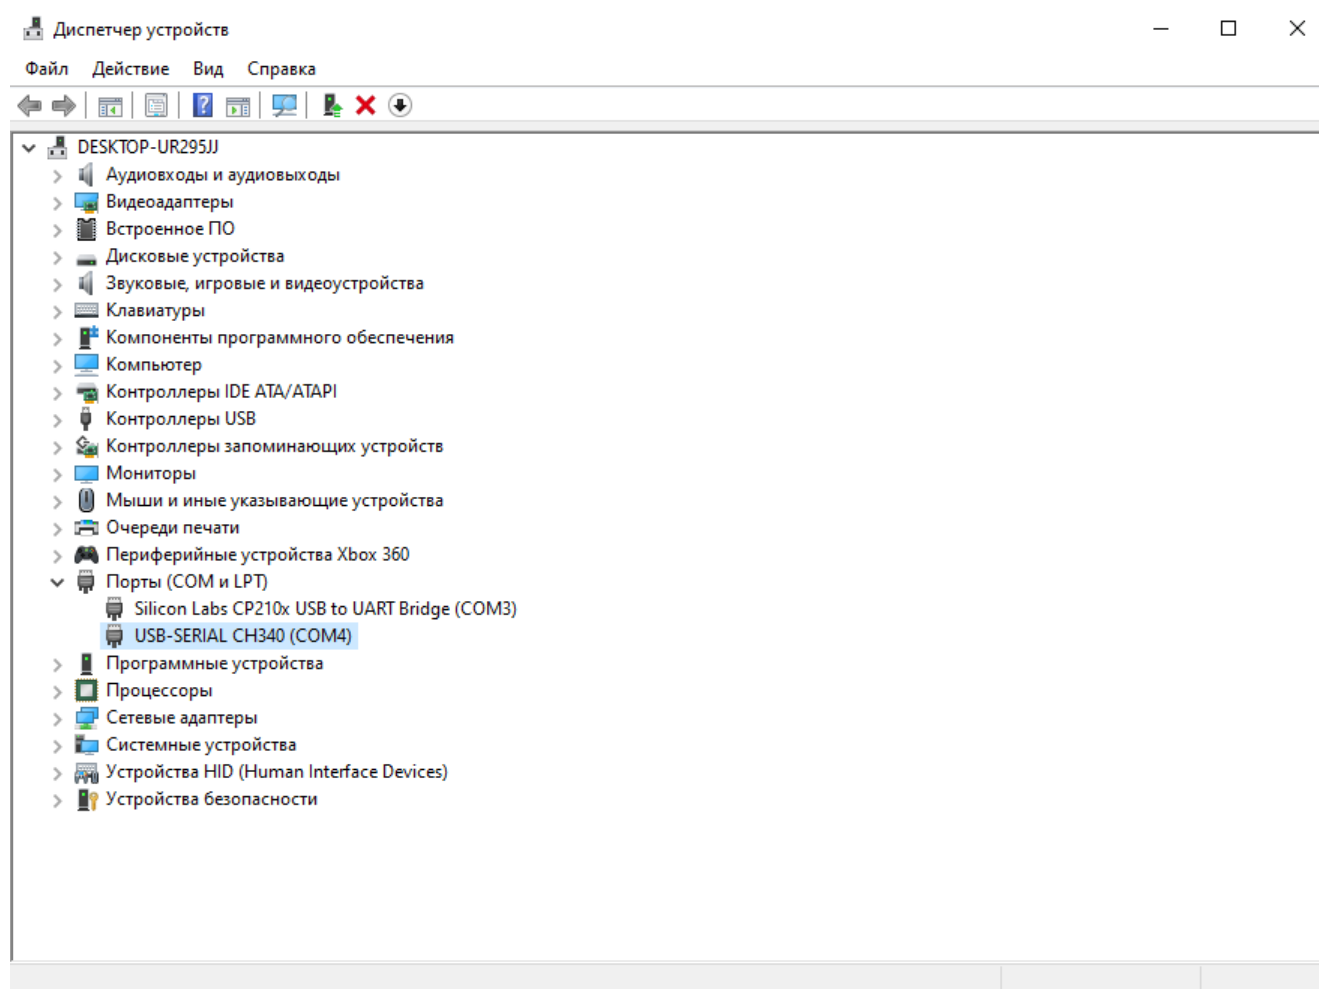

Рисунок 4.1 – Диспетчер устройств
3) в диспетчере устройств открыть пункт «Порты», обратить внимание на номер, присвоенный COM-порту в строке «USB-SERIAL CH340» (рисунок 4.1);